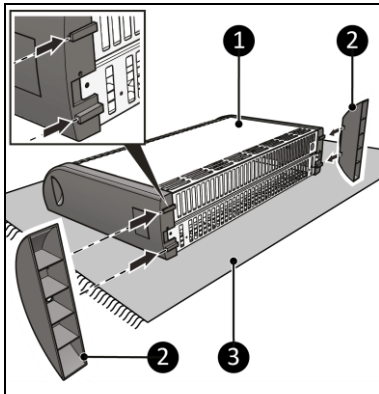

Figura 4
1. Așezați dispozitivul pe o suprafață fixă, netedă (Figura 4, poz. 3).
2. Așezați picioarele de susținere (Figura 4, poz. 2) pe ambele părți ale corpului principal (Figura 4, poz. 1).